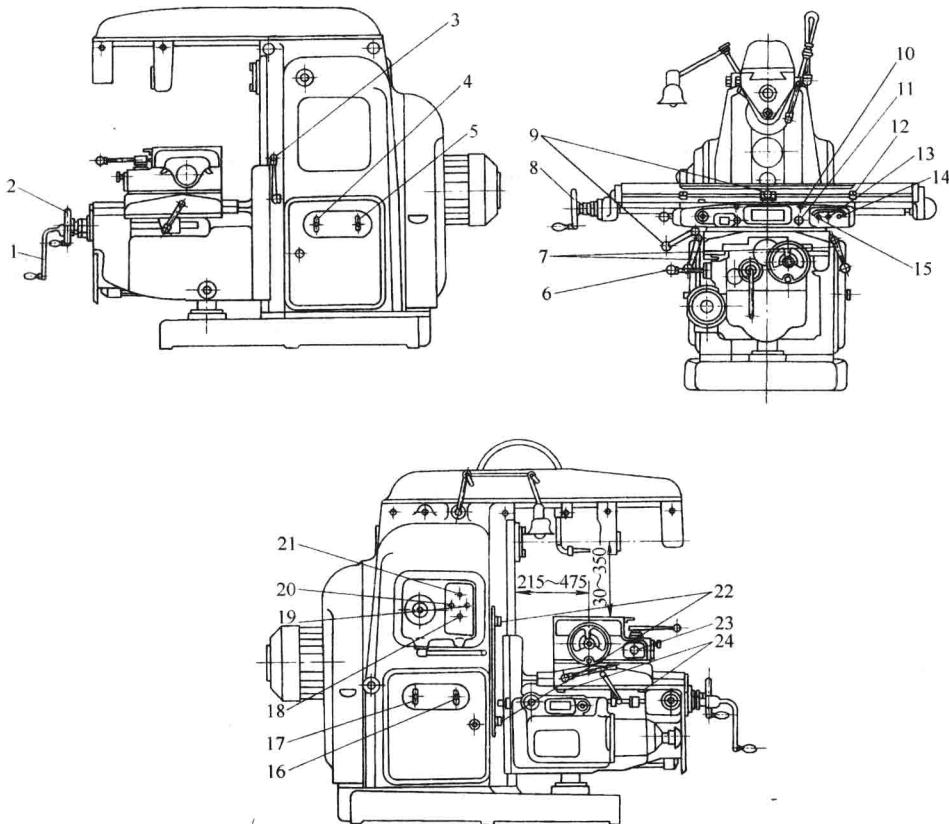
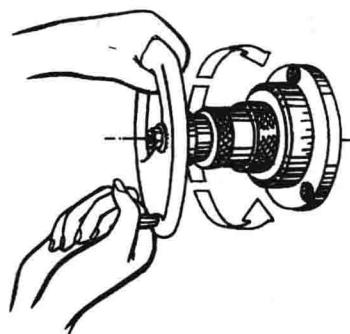
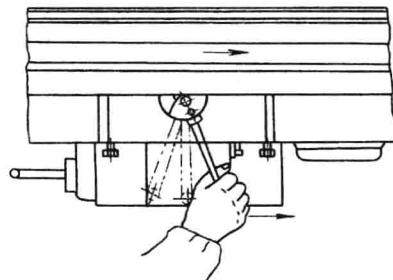
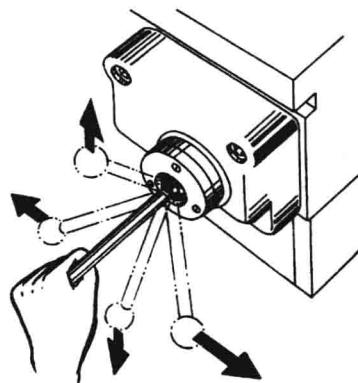

图 1-4 X6132 型卧式万能铣床操作位置图
图1-7 纵向手动进给姿势
图 1-8 工作台纵向机动进给操作
图 1-9 工作台横向、垂向
铣床的型号较多，现重点介绍 X6132 型卧式万能铣床，它的各个操作位置如图 1-4 所示。
1) 纵向手动进给。工作台纵向手动进给手柄8(见图1-4)在工作台左端，当手动进给时，将手柄与纵向丝杠接通，左手握手柄并略加力向里推，右手扶轮子并旋转，如图1-7所示。转动时速度要均匀适当，顺时针转动时，工作台向右移动作进给运动，反之则向左移动。纵向刻度盘圆周刻线120格，每转一转，工作台移动6mm，每转动一格，工作台移动0.05mm。
2) 横向手动进给。工作台横向手动进给手柄2(见图1-4)在垂向工作台前面，手动进给时，将手柄与横向丝杠接通，右手握手柄，左手扶轮子并旋转，顺时针方向转动时，工作台向前移动，反之向后移动。每转一转，工作台移动6mm，每转动一格，工作台移动0.05mm。
3) 垂向手动进给。工作台垂向手动进给手柄1(见图1-4)在垂向工作台前面左侧，手动进给时，使手柄离合器接通，双手握手柄，顺时针方向转动时，工作台向上移动，反之向下移动。垂向刻度盘上刻有40格，每转一转时，工作台移动2mm，每转动一格，工作台移动0.05mm。
1) 纵向机动进给。工作台纵向机动进给手柄 9 (见图 1-4) 为复式，手柄有三个位置，向右、向左及停止。当手柄向右扳动时，工作台向右进给，中间为停止位置，手柄向左扳动时，工作台向左进给，如图 1-8 所示。
2) 横向、垂向机动进给。工作台横向、垂向机动进给手柄 6 (见图 1-4) 为复式，手柄有五个位置，向上、向下、向前、向后及停止。当手柄向上扳时，工作台向上进给，反之向下；当手柄向前扳时，工作台向里进给，反之向外；当手柄处于中间位置时，进给停止，如图 1-9 所示。
机动进给停止挡铁有纵向、横向和垂向三个方向，各有两块（见图 1-4 中 12、24 和 22）。一般情况下均安装在限位柱范围以内，不准随意拆掉，以防发生机床事故。但在操作中可根据铣削行程，安装自动停止挡铁，铣削完毕，工作台即停止进给。
(1) 紧固纵向工作台 工作台纵向紧固螺钉 10（见图 1-4）有两个。紧固纵向工作台时，将 8mm 内六角扳手插入紧固螺钉孔中后扳紧。
(2) 紧固横向工作台 横向工作台紧固手柄 7（见图 1-4）左、右各有一个。紧固时，将手柄向下推，松开时手柄向上拉。
(3) 紧固垂向工作台 垂向工作台紧固手柄 3 见图 1-4。将手柄向下扳，工作台被紧固，向上扳即松开。